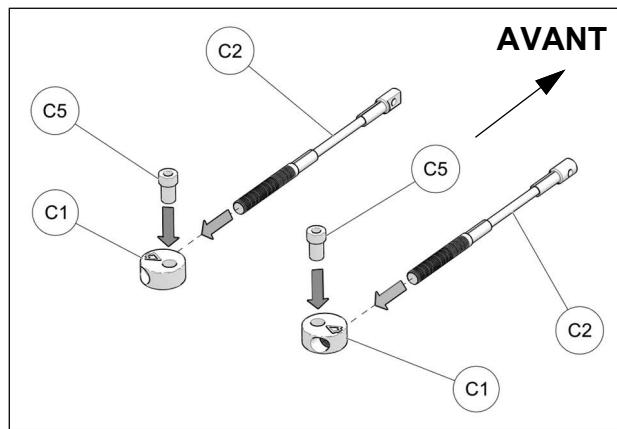

Fig. 23
13. Assembler les câbles des limiteurs de conduite (C2), les disques en aluminium (C1) et les bagues espaces (C5) tel que montré à la Fig. 23